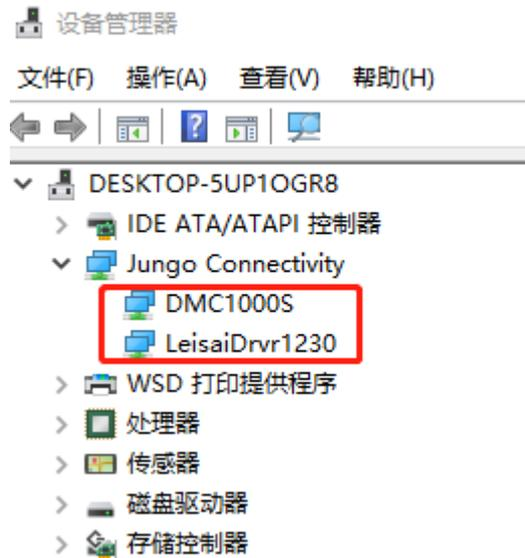

图 5-4 驱动安装成功
4、鼠标右键单击“计算机”—> 选择“管理(G)” —> 选择“设备管理器”，在“设备管理器”中看到如图 5-4 所示的驱动信息时，DMC1000S 控制卡驱动安装成功。